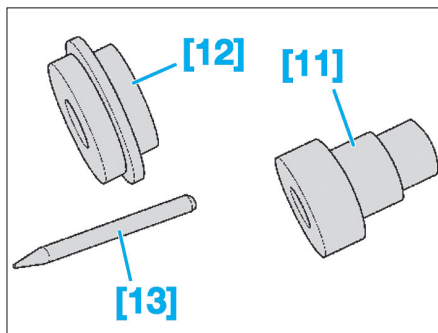

Fig. 56
- [11]. Bague d'appui (Ref. 0539-U3) (Fig.56).